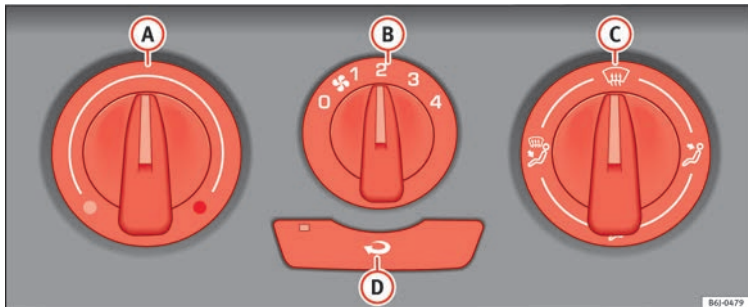

Fig. 126 Mandos de la calefacción en el tablero de instrumentos.
- Gire el regulador de temperatura » **fig. 126**
- Gire el regulador de la temperatura **» fig. 126 A** hacia la derecha hasta alcanzar el grado de calefacción deseado.
- Gire el regulador de la temperatura **» fig. 126 (A)** hacia la derecha hasta el nivel máximo de calefacción.
- Gire el regulador de temperatura **» fig. 126 (A)** hacia la zona de calefacción.